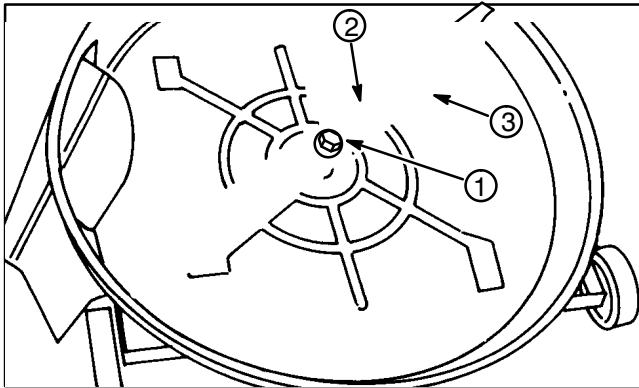

Abbildung 20
6. Das Ende des Messerbalkens mit umwickeltem Lappen oder mit einem schweren, wattierten Handschuh festhalten. Jetzt die Messerbalken-Befestigungsschraube, Unterlegscheibe und das Messer entfernen (Abb. 20).
9. Den Messerbalken, die Balkenverstärkung, Unterlegscheibe und Messerbalkenschraube (Abb. 20) in dieser Reihenfolge montieren. Die hohle Seite der konkaven Unterlegscheibe am Messerbalken anlegen. Die Schraube auf 61–81 Nm festziehen.